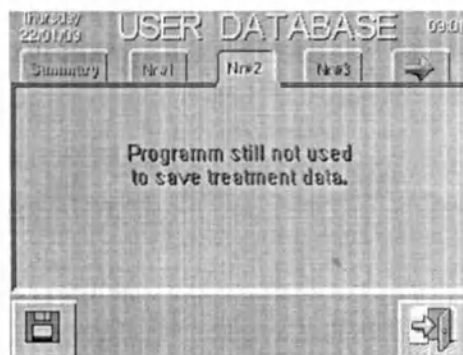

Рис. 23 – Программа еще не используется для хранения данных лечения
2. На вкладке «Current» (Текущие) выводятся все параметры, выбранные в настоящее время; чтобы сохранить их, выберите вкладку пустой программы, как показано в примере Рис. 23, нажав одну из вкладок «N#» с красным шрифтом.